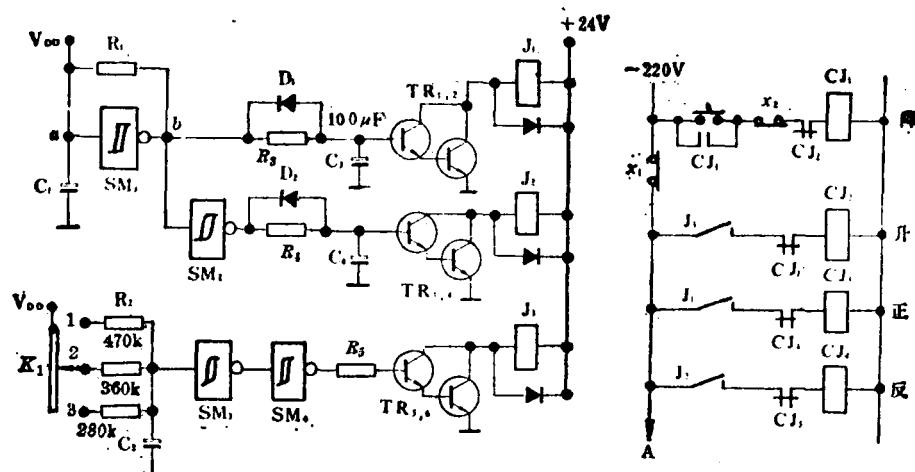

图3 升降往复式染纱机电路图
3. 升降往复式染纱机电路分析：图3所示CH40106电路的 SM_1 施密特触发器和 R_1 、